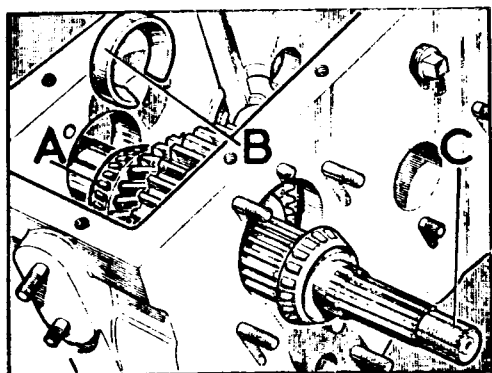

Fig. C1-34 Anillo cortado para la pista exterior
- 1.4. Instalar el tapón protector (243241) sobre el extremo roscado del eje de salida y empujar éste hacia adelante todo lo que sea posible, deslizándolo luego hacia atrás y se introducirá un anillo cortado, B (Fig. C1-34), entre los rodillos del cojinete delantero, A, y la pista exterior.